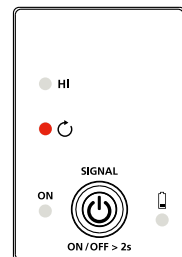

Figura 4.12b: Indicador del transmisor que muestra la señal en el modo Loop (Bucle)
2. Presione brevemente el botón de ON/OFF para seleccionar el modo Loop (Bucle) en el transmisor (el LED rojo de Loop (Bucle) estará encendido). El modo de pinza genera una señal de 6 kHz amplificada para proporcionar resultados de rastreo superiores. El LED del transmisor debe aparecer como se muestra en la Figura 4.12b.